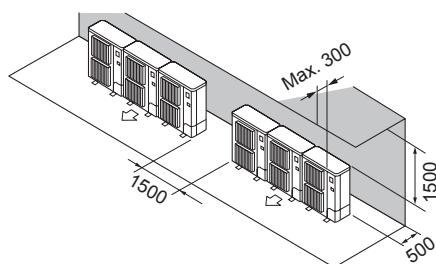

Fig. 2-10
- ② Obstacles à l'arrière et au-dessus (Fig. 2-10)